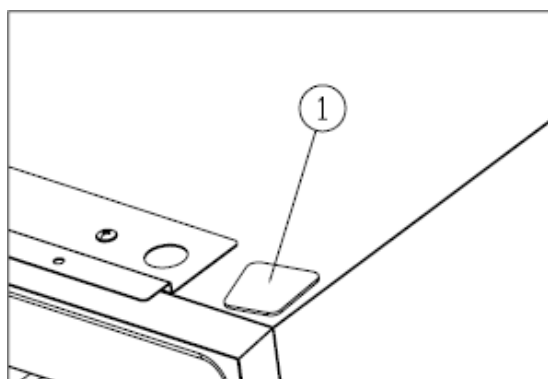

Рис. 4
Установите заглушку (1) (Рис. 4).